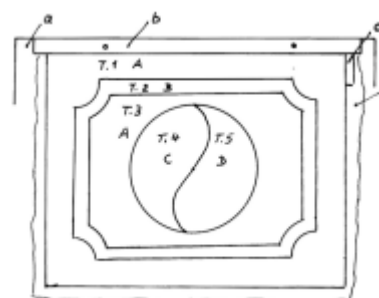

Abb. 6: Einfache Intarsie.
Um einen detaillierten Ablauf darzustellen, wird eine einfache Intarsie, bestehend aus vier Holzarten (A-D) und fünf Teilen, zugrunde gelegt (Abb. 6). Die Rhythmen sind immer die Gleichen, sowohl bei dem dargestellten Teil als auch bei der abgebildeten Seeszene (Abb. 4). Sie fallen dort nur etwas häufiger an. Die Basis des gesamten Unternehmens ist ein Sperrholzbrett in den Abmessungen der größten Grundplatte mit einer Klemmleiste am oberen Ende und einem seitlichen Anschlag. Der Entwurf erfolgt auf einem Transparentpapier, das unverrückbar unter der Klemmleiste befestigt wird. Was bei einem Gemälde die Farbe ist, sind hier verschiedenste Furnierreste aus einer Tischlerei. Die werden den Feldern zugeordnet und gegebenenfalls nummeriert.
1. Die Grundplatte, Teil 1, einlegen und den Transparententwurf so einspannen, daß die Zeichnungsaußenkante das Holz um- oder einschließt (siehe Abb. 6).